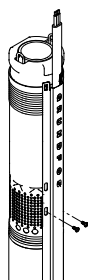

Рис. 17 Закрепление защитной планки кабеля
3. Прикрепите защитную планку кабеля к сетчатому фильтру с помощью двух самонарезающих винтов, входящих в комплект поставки. См. рис. 17.